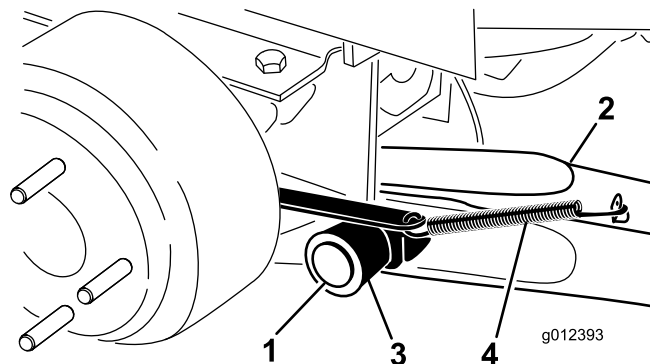

図 3
4. ピボット・ピン 1 本、コッター・ピン1 本を使って、ピボット・ブラケットに昇降アームを取り付ける（図 3）。昇降アームを、曲がった部分が外側を向くようにして取り付ける。
5. ブレーキ・リターン・スプリングを昇降アームのタブ引っ掛ける（図 3）。